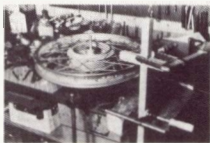

Bild 213
- Mit Schraubzwingen befestigt man Holzleisten an der Tischkante der Werkbank: Eine senkrechte Leiste zur Feststellung des Hüberschlags und an dieser eine waagerechte Leiste zur Feststellung des Seitenschlags. Die Leisten werden möglichst nahe an die Felge herangerückt, sofern diese jedoch nicht berühren (siehe hierzu Bild 213).